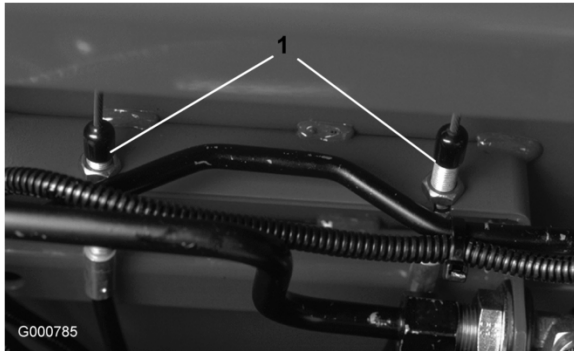

Figura 62
2. Para reduzir a folga dos pedais de travão, aperte-os, libertando a porca dianteira que se encontra na extremidade roscada do cabo do travão (Figura 62). Depois, aperte a porca